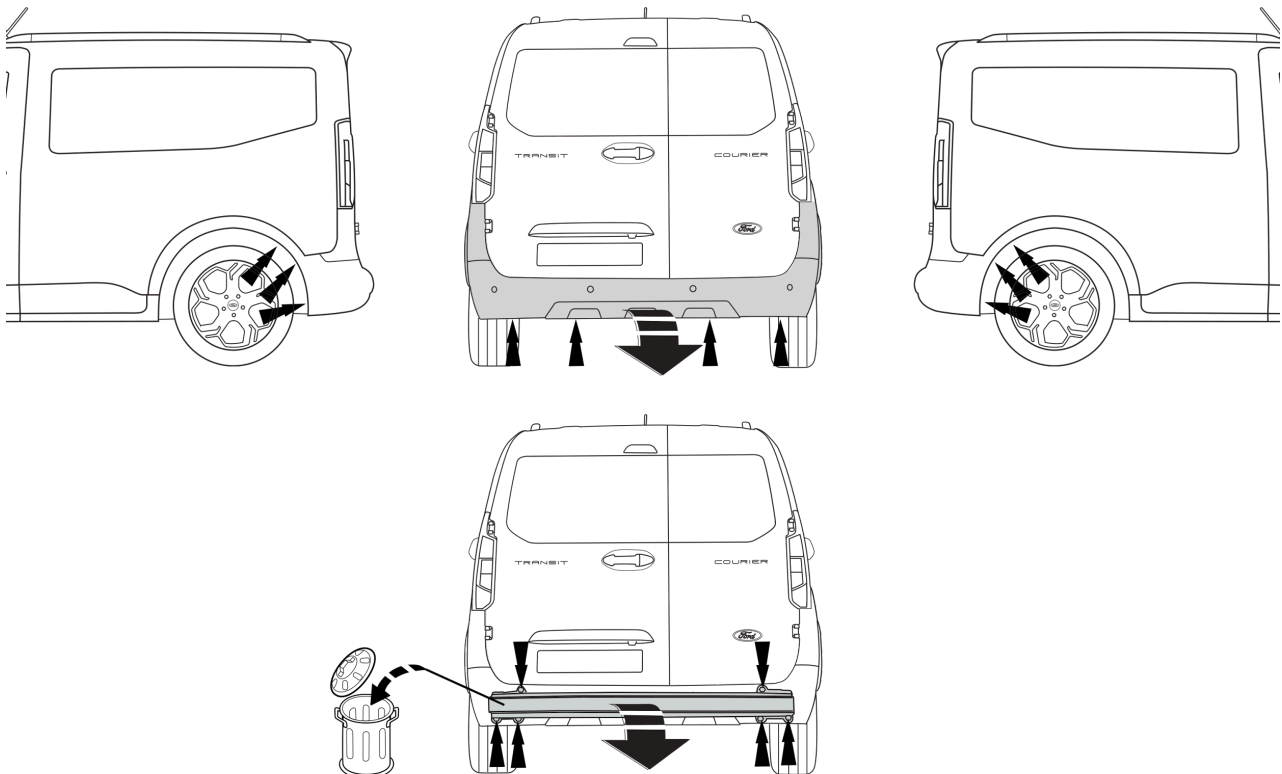

Fig. 1
1. Die Stoßstange einschließlich des Stoßbalkens vom Fahrzeug abmontieren. Der Stoßbalken wird nicht mehr benötigt. Siehe Abbildung 1.
1. Demonter kofangeren, inklusive køretøjets stødbjælke. Stålstødbjælken skal ikke længere anvendes. Se fig. 1.